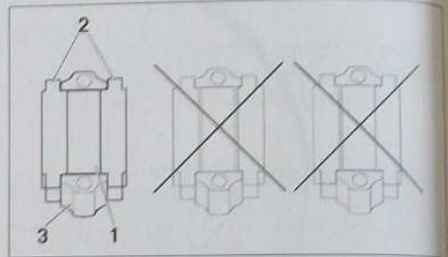

FIG.43
- Monter les segments huilés sur les pistons en commençant par le segment racleur (6) puis celui d'étanchéité (7) et enfin le segment coup de feu (8) en plaçant les marquages "Top" vers la tête du piston. Tiercer les segments à 120°, en les décalant par rapport à l'axe de piston et à la coupe du segment racleur.
- Monter dans leur chapeau, les coussinets (1) huilés suivant la classe déterminée pour chaque maneton. Ils doivent parfaitement être centré sur la bielle (3) et le chapeau. Utiliser pour cela l'outil (2) PSA 0194.P (Fig.43).